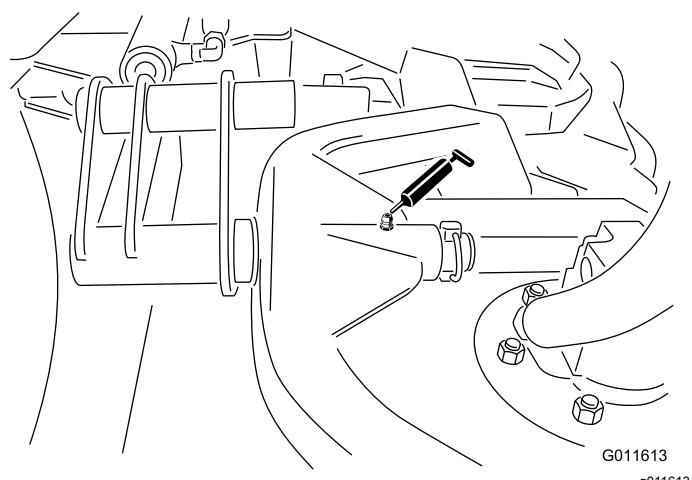

Figura 45
- Perno del telaio portante degli elementi di taglio (1 cad.) (Figura 45)